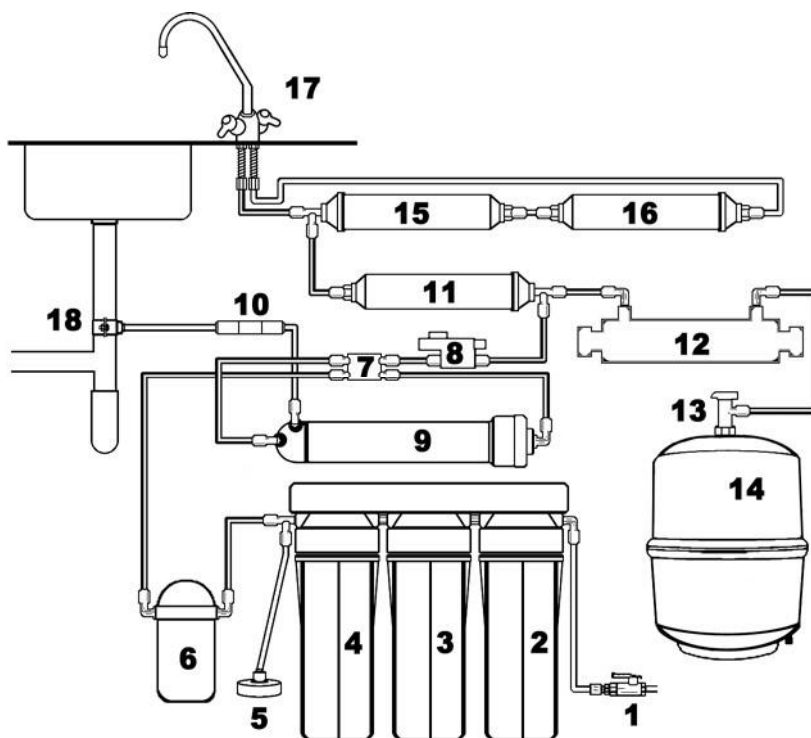
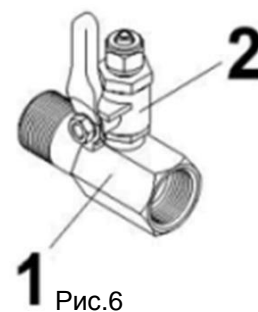

Рис.1
Рис.6
Типовая конструкция и схема монтажа обратноосмотической системы приведена на рис.1:
упаковки и вставьте ее в соответствующий корпус **9, Рис.1**, который расположен горизонтально на кронштейне. При этом необходимо отсоединить от его крышки пластмассовую трубку. После установки мембраны в корпус завинтите крышку до упора.
3.7. Установка тройника подключения (1, Рис.1, Рис. 6).
- Вмонтируйте в существующую систему подачи **ХОЛОДНОЙ ВОДЫ** тройник **1**, рис. 6. (Если в данном подключении используются резиновые уплотнительные прокладки, нет необходимости дополнительно уплотнять соединение лентой фум)
- Далее произведите подсоединение холодного канала существующего смесителя и шарового крана **2**, рис.6 из монтажного набора к фильтру, предварительно уплотнив соединение лентой фум, установите его в положение "Закрыто".
3.8. Подсоедините трубкой из монтажного комплекта фильтра выход шарового крана тройника **1**, Рис.6 к входу фильтра (IN).
3.11. Подсоедините трубки к крану "чистой воды" **17**. Отмерьте необходимое количество гибкого шланга от конца резьбы крана чистой воды (**17**, Рис.1) до выхода из угольного пост-фильтра AC-1L-GAC (**11**, Рис.1), а для модели RO-7 и другой отрезок шланга до выхода из корпуса биокерамики AC-1L-BIO (**16**, Рис.1).
3.11. Для промывки первых трех ступеней в фильтре с установленным загрузочным насосом высокого давления (6,рис.1) рекомендуется:
- Отсоединить от тройника, вмонтированного после третьей ступени фильтра присоединительную трубку, идущую на вход насоса **6**, рис.1.
- К освободившемуся разъему подсоединить трубку идущую от хомута **18**, рис.1 смонтированного на сливной трубе, идущей от раковины